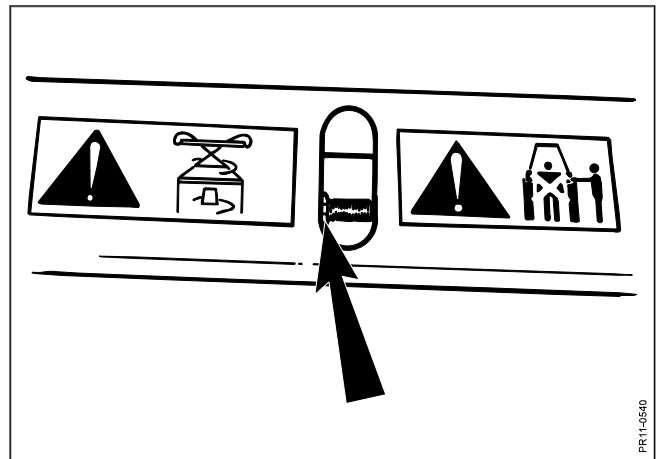

Fig. 1-6
- Fig. 1-6:** Avlastningsfjädern spänns upp. Fjädern spänns tills muttern bottnar.